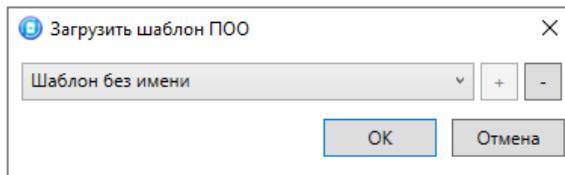

Рисунок 4.51 — Окно Загрузить шаблон СПИ
- *Загрузить шаблон настроек*: открытие окна *Загрузить шаблон СПИ* (см. рисунок 4.51), с помощью которого может быть сконфигурирован контроллер по предварительно созданному шаблону. Для того чтобы применить шаблон, выберите его в списке и нажмите кнопку *OK*. Для того чтобы удалить один из сохраненных шаблонов, выберите его в списке и нажмите кнопку .